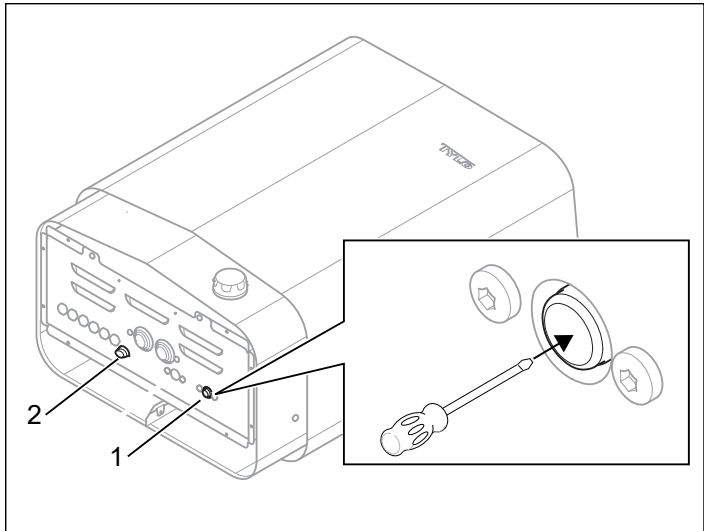

Figure 6 : Réinitialisation de la protection thermique
• **Poêle** - La protection thermique du poêle sert à empêcher la surchauffe des composants, des résistances et du bois à l'intérieur du sauna. Sur le dessous du poêle se trouve un bouton-poussoir rouge (voir figure 6). Lorsque la protection thermique s'est déclenchée, un déclic est ressenti lorsqu'on enfonce le bouton. Si la protection thermique ne s'est pas déclenchée et après réinitialisation, le bouton est plus souple.